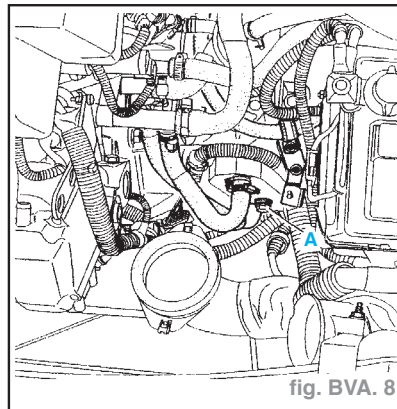

fig. BVA. 8
- Déposer les vis (A). Attention aux écoulements d'huile (fig. BVA. 8).